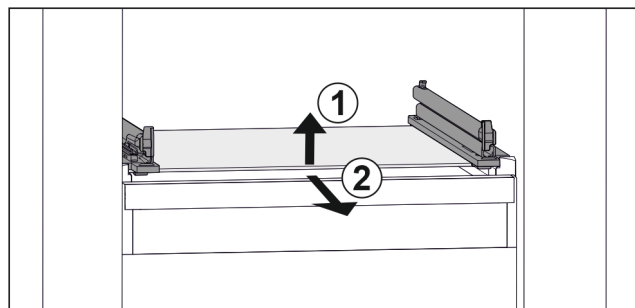

Fig. 138 玻璃隔板例图
- 抬起玻璃隔板前部。 Fig. 138 (1)
- 向前取出玻璃隔板。 Fig. 138 (2)